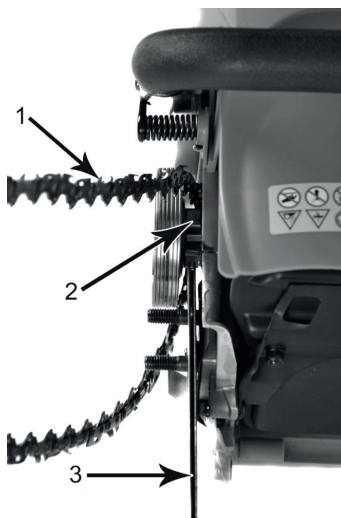

Рисунок 5
- Наденьте цепь (1) на ведущую звездочку (2) позади муфты сцепления. Убедитесь, что звенья встали между зубчиками звездочки (Рис. 5).
- Вставьте ведущие звенья в канавку шины (3) и обведите цепь вокруг концевой части шины (Рис. 5).